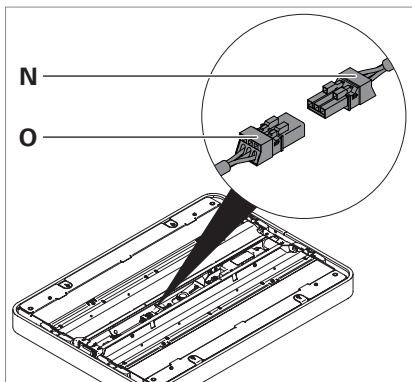

Fig. 11: Leuchtenkopf anschließen, Teil 2.
- Verbinden Sie die Buchse **N** mit dem Stecker **O** am Leuchtenkopf, siehe Fig. 11.